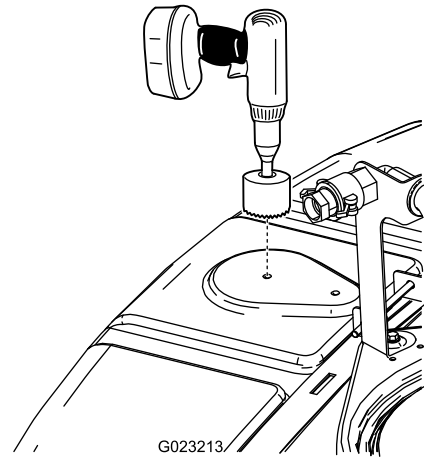

Figura 15
2. Individuate la posizione anteriore sull'estremità superiore del serbatoio come illustrato nella Figura 15.
3. Utilizzate una sega a tazza di 9 cm per realizzare un foro in corrispondenza del segno di foratura (Figura 15).